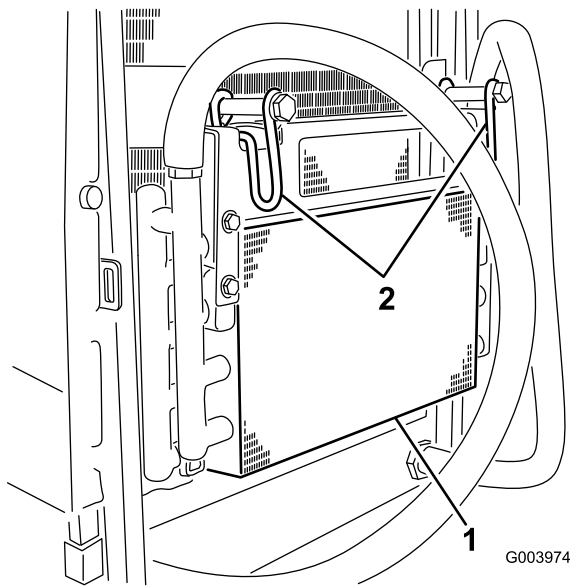

Figura 63
5. Girate i fermi verso l'interno per rilasciare il radiatore dell'olio (Figura 63).